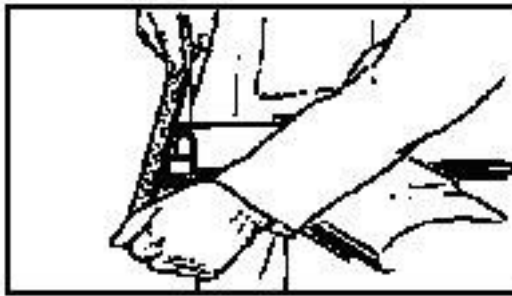

Bild 5: Schnittkanten entgraten
7. Entgraten Sie alle Schnittkanten (siehe Bild 5).